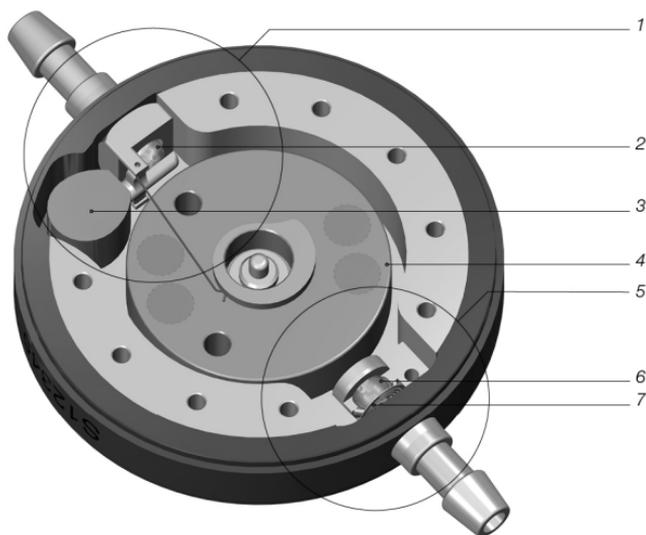

Fig. 1: Vu en coupe de la M.blue
La *M.blue* est une valve fabriquée en titane. Elle se compose d'une gravitationnelle réglable et d'une unité de pression différentielle (fig. 1). L'unité gravitationnelle réglable (1) dans la partie proximale de la valve dispose d'un poids en tantale (3) qui, via un levier, maintient la bille de saphir dans le siège de bille (2). Selon la position du corps du patient, l'influence du poids en tantale sur la bille de saphir varie et ainsi la pression d'ouverture de la valve. Un rotor (4) permet de régler à travers la peau la force du ressort spira relié au levier.